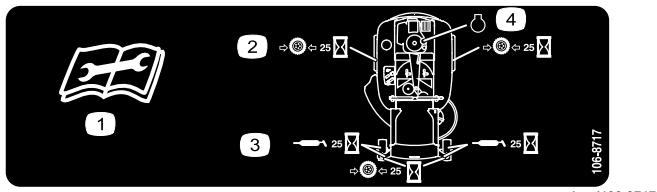

Figura 28
3. Limpie con un trapo los puntos de engrase (Figura 27 y Figura 28). Asegúrese de rascar cualquier pintura que hubiera en la parte delantera de los engrasadores.
4. Conecte una pistola de engrasar a cada punto de engrase (Figura 27 y Figura 28). Bombee grasa hasta que empiece a rezumar grasa de los cojinetes.